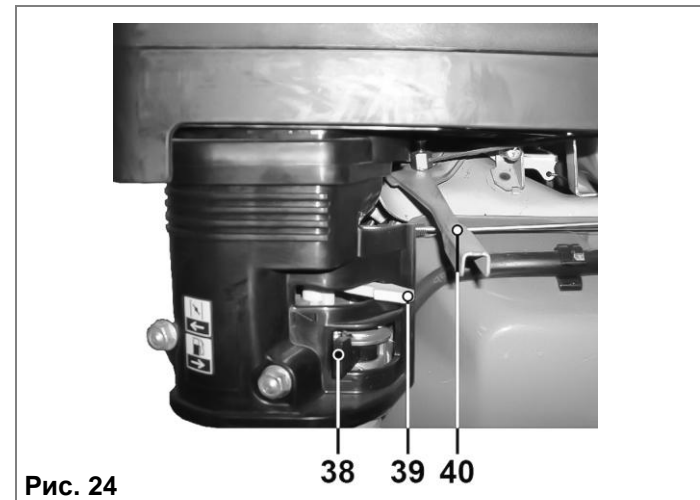

Рис. 24
В случае электрического стартерного пуска (Рис. 24 – 28, 30 – 31):
8.5.12. Закройте рычаг подачи топлива (38) (Рис. 24).
В случае ручного пуска (Рис. 24 - 29) запустите двигатель следующим образом:
8.5.2. Откройте рычаг подачи топлива (38). Для запуска холодного двигателя передвиньте рычаг воздушной заслонки (39) в положение «ЗАКРЫТО» (Рис. 24-25). Для повторного запуска горячего двигателя оставьте рычаг воздушной заслонки (39) в положении «ОТКРЫТО» (Рис. 24).
8.5.6. После запуска двигателя переведите рычаг воздушной заслонки (39) в положение «ОТКРЫТО» (Рис. 24).